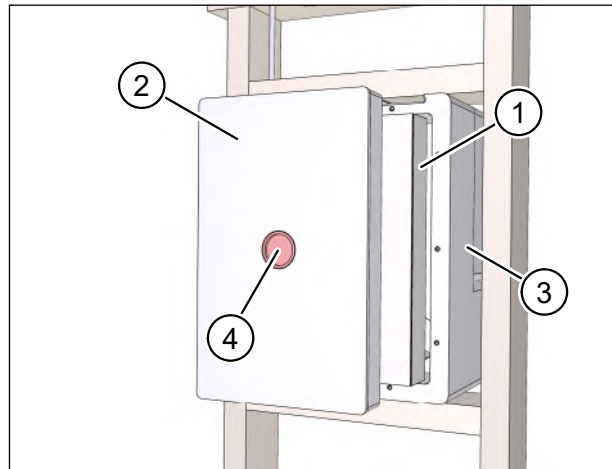

Abb. 23: Kartoneinlage und Putzschutzdeckel einsetzen
- ▶ Setzen Sie die Kartoneinlage (Pos. 1 in Abb. 23) in den Mauerkasten (Pos. 3 in Abb. 23) bis zum Anschlag ein.
- ▶ Setzen Sie den Putzschutzdeckel (Pos. 2 in Abb. 23) in den Mauerkasten (Pos. 3 in Abb. 23) bis zum Anschlag ein.
- ▶ Kontrollieren Sie, dass der rote Signaldeckel (Pos. 4 in Abb. 23) im Putzschutzdeckel sitzt.